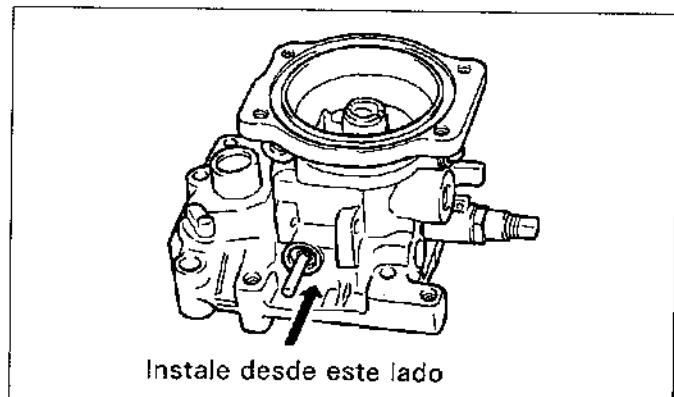

Figura.14-63
- (1) Inserte el pasador de soporte de la palanca del compensador de refuerzo desde el lado del tornillo de ajuste del ralentí como se ilustra. (Vea la figura.14-63)